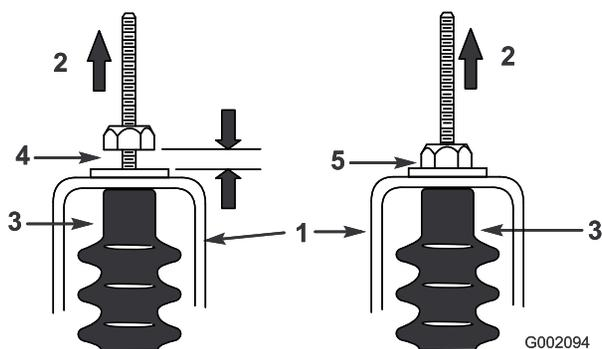

Figura 36
5. Tirate verso l'alto ciascun cavo del cambio e verificate che vi sia un gioco di 0,76 - 1,52 mm tra il dado con rondella e la staffa di folle (Figura 36). Se il gioco